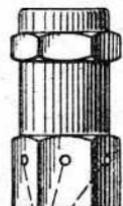

Fig. 27
**Chapeau de gicleur.** — Le chapeau de gicleur 12×300 est utilisé dans les carburateurs verticaux (fig. 27).